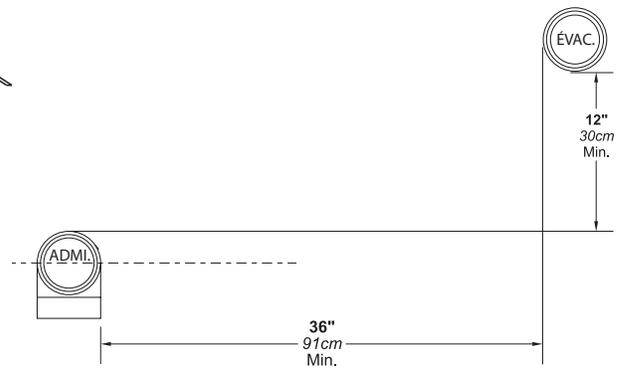

Figure 8. Distance minimale du conduit d'évacuation des gaz de combustion
7. Si la chaudière ou le chauffe-eau prélève l'air de combustion par le biais de conduits, et que la prise d'air se trouve sur le même mur que la terminaison d'évacuation des fumées, se reporter aux schémas Figure 6 à Figure 8 pour connaître les espacements et l'orientation recommandées.
terminaison AL29-4C. Prendre en compte les éléments suivants lors de l'installation de la terminaison: (Voir Figure 7 et Figure 8.)
5. En présence de plusieurs kits d'évacuation des gaz de combustion, maintenir une distance horizontale minimale de 36 po/90 cm entre le groupe d'admission et le groupe d'évacuation. (Voir Figure 8.)